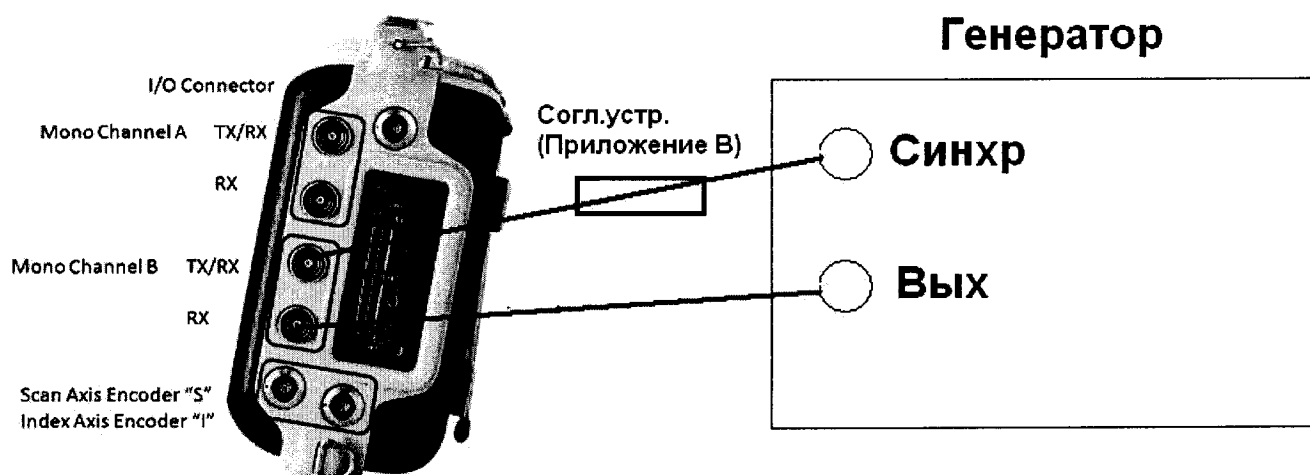

Рисунок 6
9.5.2.1 Для имитации эхо-сигналов, приходящих на приемник дефектоскопа, применяется генератор импульсов точной амплитуды, рисунок 6.